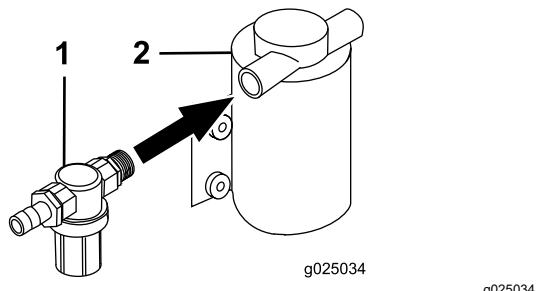

Bild 22
2. Befestigen Sie die Druckfilterbaugruppe am Nippel an der Spülpumpe (Bild 22).